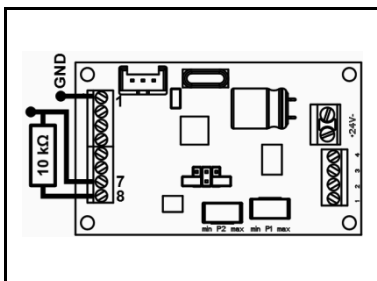

Fig. 20: Open-Kollektor-Alarm
- Um ein Spannungssignal (10 V / GND) zu erzeugen, zwischen COM7 und COM8 einen 10 kΩ-Widerstand anschliessen (vgl. Fig. 20).